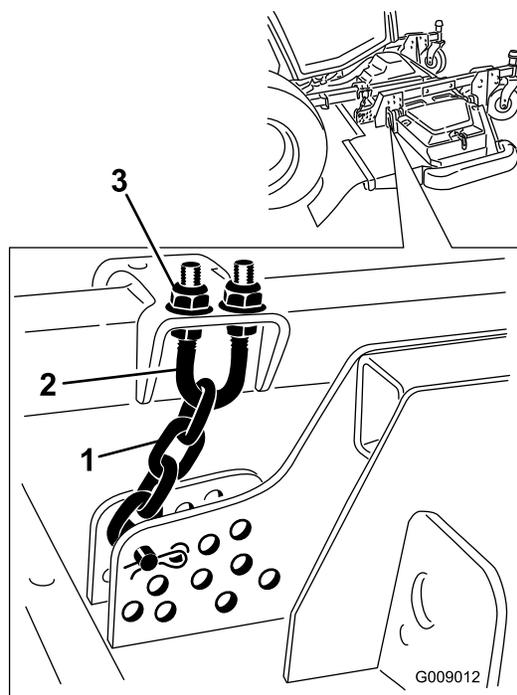

Figura 140
5. Allentate i controdadi sulla parte superiore o inferiore del bullone a U della catena dell'altezza di taglio (Figura 140).